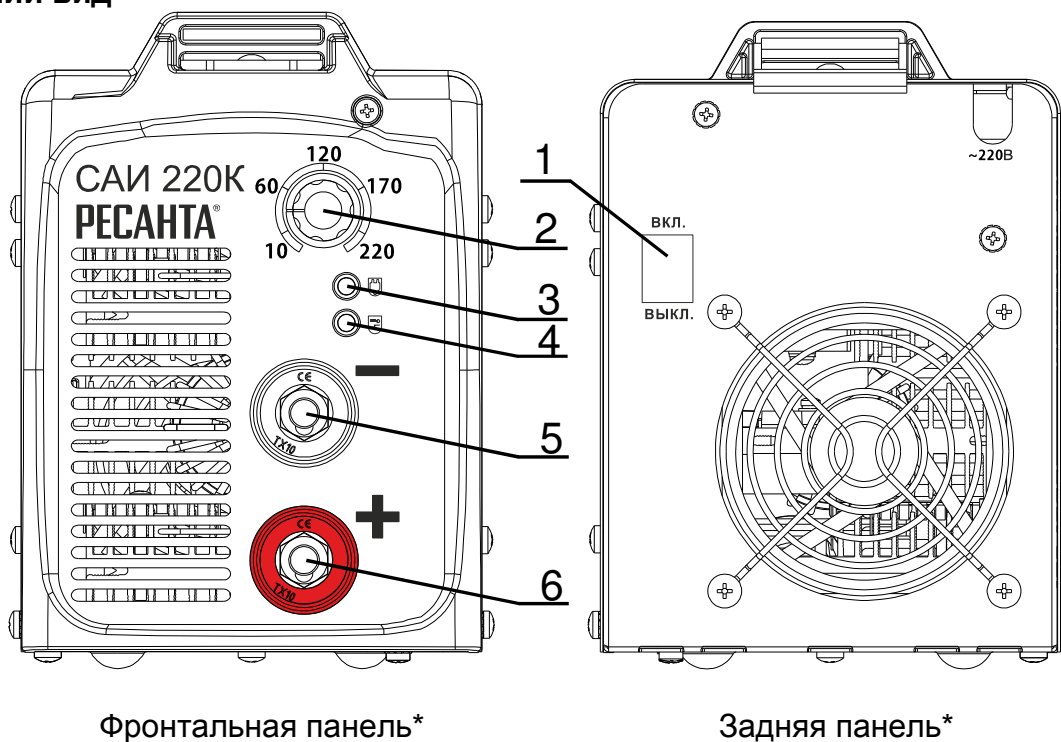

рис. 1
Изделие выполнено в металлическом корпусе. На передней панели имеется регулятор величины сварочного тока (рис.1 поз.2), индикатор "сеть" (рис.1 поз.3), индикатор "перегрев" (рис.1 поз.4), а также силовые разъемы подключения сварочных кабелей (рис.1 поз.5,6). Аппарат оснащен принудительной системой вентиляции, ввиду этого, категорически запрещается закрывать чем-либо вентиляционные отверстия в корпусе.
1. Присоединить к силовым клеммам (см. рис.1 поз. 5 и 6) аппарата кабель с электрододержателем и кабель заземления в зависимости от требуемой для данной марки электрода полярности.
2. Убедиться в том, что выключатель "Сеть" (рис.1 поз. 1) находится в положении "ВЫКЛ".
4. Убедиться в том, что регулятор (рис.1 поз. 2) находится в положении минимального сварочного тока.
5. Включить аппарат выключателем "Сеть" (рис.1 поз.1).
6. Поворотом регулятора величины сварочного тока (рис.1 поз. 2) установить требуемое значение, согласно нижеприведенной таблице.
7. После окончания производства сварочных работ установить регулятор (рис.1 поз. 2) в положение минимального сварочного тока.
8. Выключить аппарат выключателем "Сеть" (рис.1 поз.1).
| 1. Не горит индикатор "Сеть" (рис.1 поз.3)       | 1.Проверить подключение аппарата к сети2.Проверить положение выключателя "Сеть"               |
| 3. Загорается индикатор "Перегрев" (рис.1 поз.4) | 1.Превышение величины ПН2.Повышенное скопление пыли в аппарате - обратиться в сервисный центр |